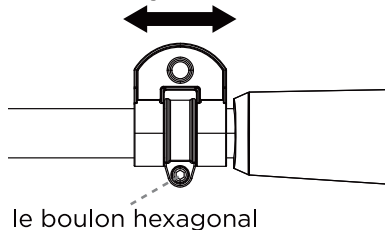

Fig. 16
1. Cambie la ubicación del gancho de la correa para el hombro si es necesario. Afloje el perno hexagonal y mueva el gancho de la correa para el hombro a una posición adecuada. Vuelva a apretar el perno hexagonal (d). (Fig. 16)